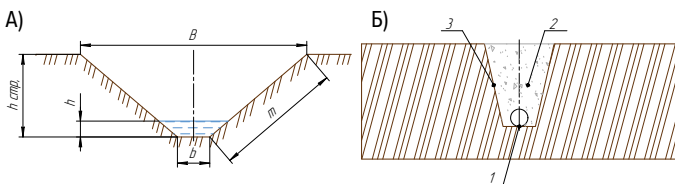

Рис. 1. А) открытая линейная дрена (открытый канал).
Наиболее применяемыми системами поверхностного дренажа являются открытые и закрытые дренажи, простейшие конструкции которых приведены на рис. 1 А, Б.
Открытая дрена (рис. 1 А) представляет собой канал с укрепленными стенками.
Закрытая линейная дрена-поглотитель (рис. 1 Б) – траншея, по стенкам которой уложен качественный фильтрующий геотекстиль (3), а на дно – дренажная труба (1), обернутая дренажным геотекстилем. В качестве засыпки выступает крупный фильтрующий материал (2) (щебень, гравий или крупнозернистый песок). Траншея вместе с щебнем должна быть полностью обернута дренажным геотекстилем – это позволит снизить риск заиливания дрены.